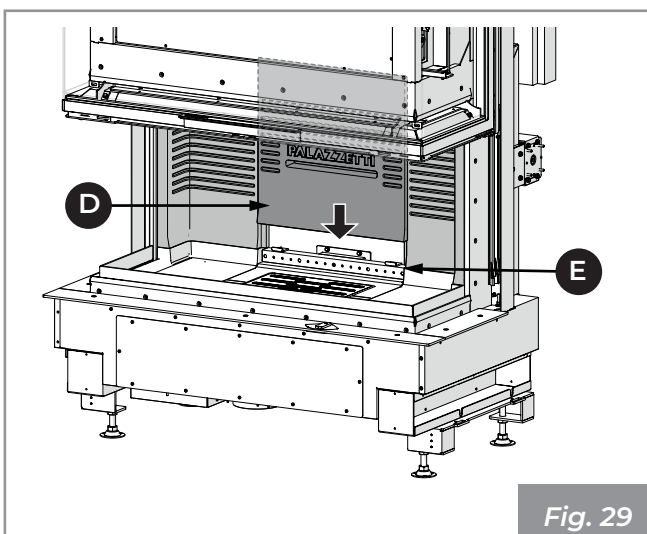

Fig. 29
- 6) Poser le dossier central en réfractaire (D) contre le mur de l'Ecomonoblocco et le faire délicatement glisser pour le centrer avec les protubérances (E) présentes dans la base en réfractaire (Fig. 29).